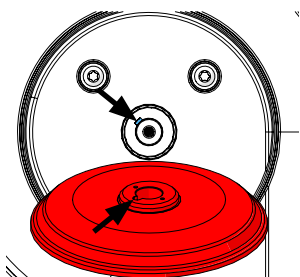

Fig. 15
- Inlocuiti cu flansa noua >>> **Tineti cont de canelura (Fig. 15).**